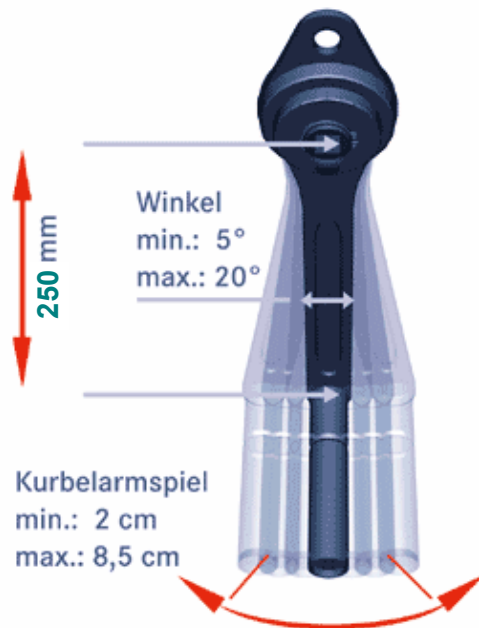

Abbildung 1
Prüfen, ob der Kurbelarm leichtgängig pendeln kann (Abb.1). Ein schwergängiger Kurbelarm kann die Bremswirkung der Kurbel erheblich beeinträchtigen!
Schritt 1: Stellen sie sicher, dass der Kurbelarm leichtgängig pendeln kann (Abb.1).
Falls der Kurbelarm einmal durch ein Mißgeschick verbogen sein sollte: Demontieren Sie den Kurbelarm, bevor Sie ihn geradebiegen. Achten Sie darauf, dass dabei der Kopf des Kurbelarms nicht beschädigt oder zerkratzt wird! Beschädigungen am Kopf können die Bremswirkung und die Sicherheit erheblich beeinträchtigen. Achten sie auch auf korrekten Sitz des Seegerings. Der Kurbelarm muss leichtgängig pendeln können! (Abb. 1).